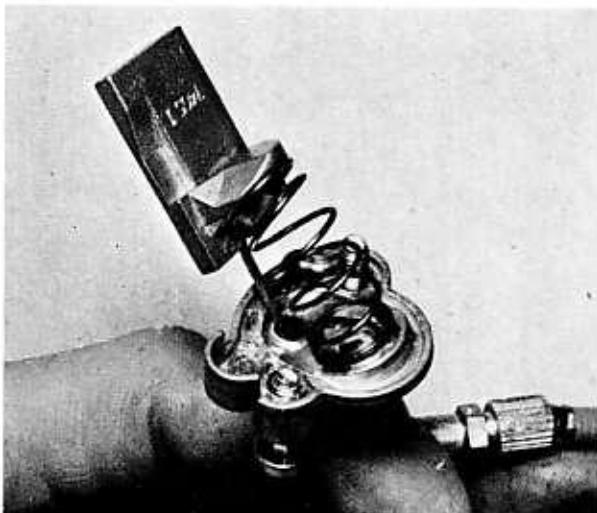

Bild 89
- Zum Prüfen des Vergaserschiebers auf Abnutzung wird der Schieber vom Gaszug gelöst und in den Vergaser eingesetzt (Bild 89). Zu grosses Spiel des Schiebers lässt Falschluft durchtreten, wodurch die Gemischzusammensetzung verändert und der Motorlauf gestört wird. Abhilfe kann nur durch Austauschen der abgenutzten Teile geschaffen werden.